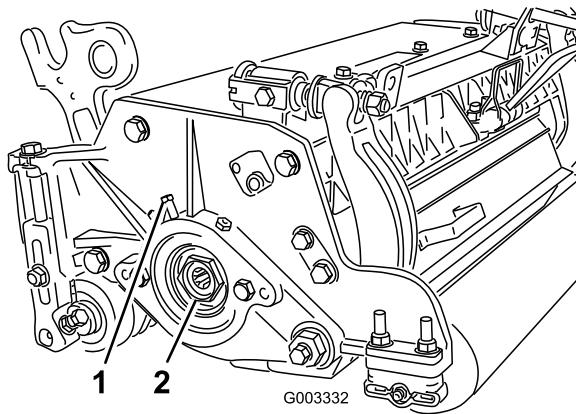

Bild 32
- A. Lösen Sie die externen Stellschrauben, mit denen die Einstellmutter des Lagers am Lagergehäuse links an der Schneideinheit befestigt ist (**Bild 32**).